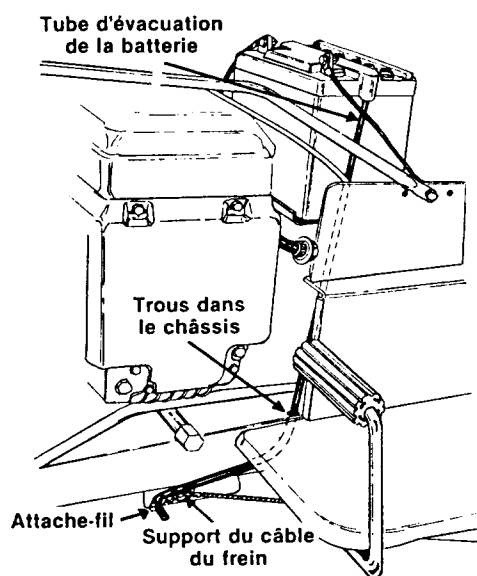

FIGURE 10
6. Faites passer le tube d'évacuation de la batterie dans le trou du châssis, puis vers l'avant, sur le support du câble du frein. Voir la figure 10.
7. Attachez le tube d'évacuation sur le support du câble du frein en utilisant un attache-fil (H), comme sur la figure 10. Serrez l'attache-fil et coupez le bout qui dépasse.